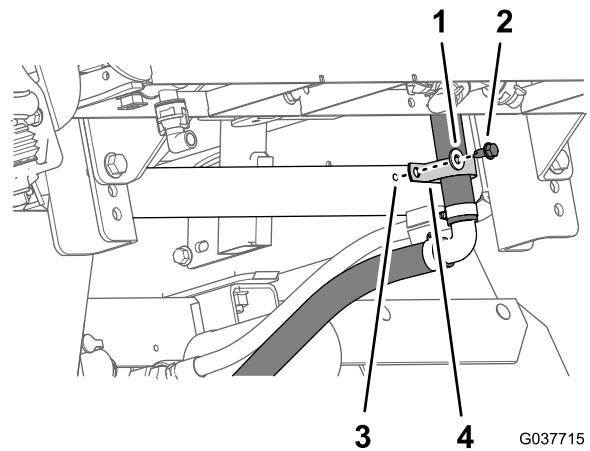

Figura 79
3. Prenda a parte inferior do tubo de distribuição na placa da sela traseira da máquina (Figura 79) com a braçadeira de suporte, parafuso de cabeça flangeada (5/16 x 3/4 pol.) e anilha (5/16 pol.).